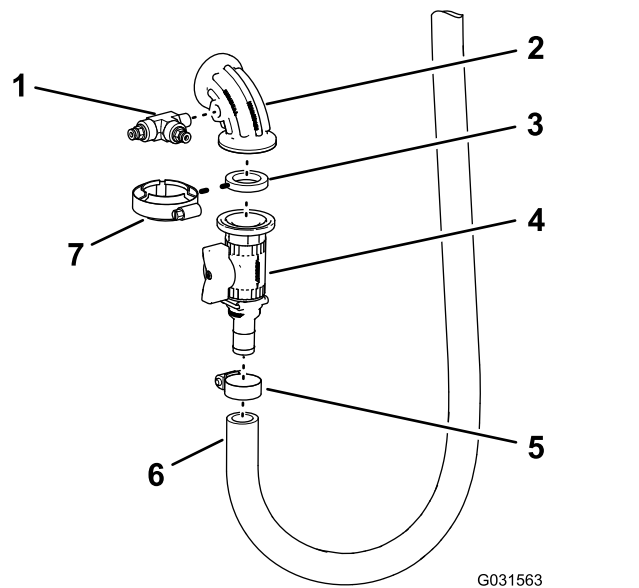

Bild 184
3. Wickeln Sie PTFE-Gewindeband auf das Gewinde des T-Anschlussstücks (Bild 184), das Sie in Schritt 3 in Abschließen der Schläuche und Rohre \(Seite 14\) entfernt haben.
4. Setzen Sie das T-Anschlussstück in den 90°- Krümmer mit Seitenanschluss ein, wie in Bild 184 abgebildet, und ziehen Sie das Anschlussstück mit der Hand an.
5. Befestigen Sie den 90°-Krümmer mit Seitenanschluss, die Dichtung und das Abstellventil lose mit der Flanschklemmen (Bild 184).
6. Befestigen Sie das gezahnte Anschlussstück des Abstellventils am Zulaufschlauch und der Schlauchklemme (Bild 184), die Sie in Schritt 4 in Abschließen der Schläuche und Rohre \(Seite 14\) entfernt haben.